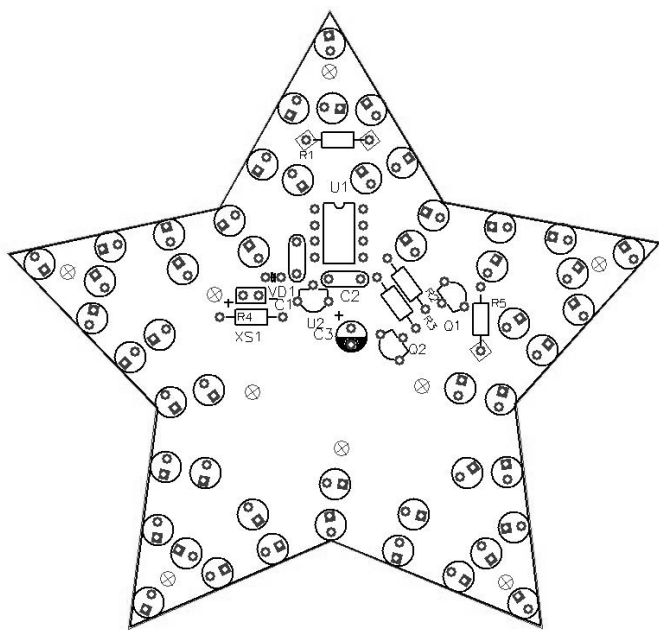

Рис.4 Схема монтажная
- Отформуйте выводы компонентов и установите их в соответствии с монтажной схемой **рис.4**. Обратите внимание на то чтобы выводы компонентов U1 и Q1, Q2 были отформованы таким образом, чтобы контур на плате под данным компонентом соответствовал устанавливаемому компоненту.